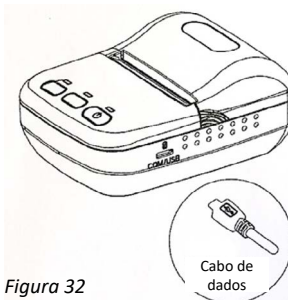

Figura 32
- Use o cabo de dados fornecido dentro da caixa da impressora e ligue-o à porta de dados da impressora (Figura 32).